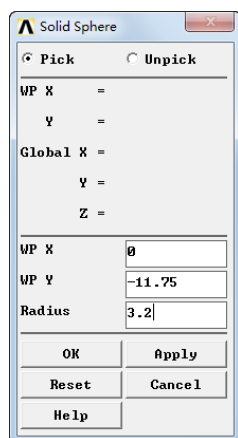
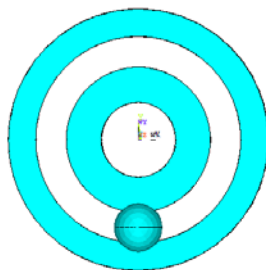

图 11-16 “Solid Sphere”对话框
图 11-17 生成滚珠
⑪生成滚珠: Main Menu > Preprocessor > Modeling > Create > Volumes > Sphere > Solid Sphere, 弹出如图 11-16 所示的“Solid Sphere”对话框, 在“WP X”后面输入 0, “WP Y”后面输入 -11.75, “Radius”后面输入 3.2, 单击“OK”按钮。结果如图 11-17 所示。